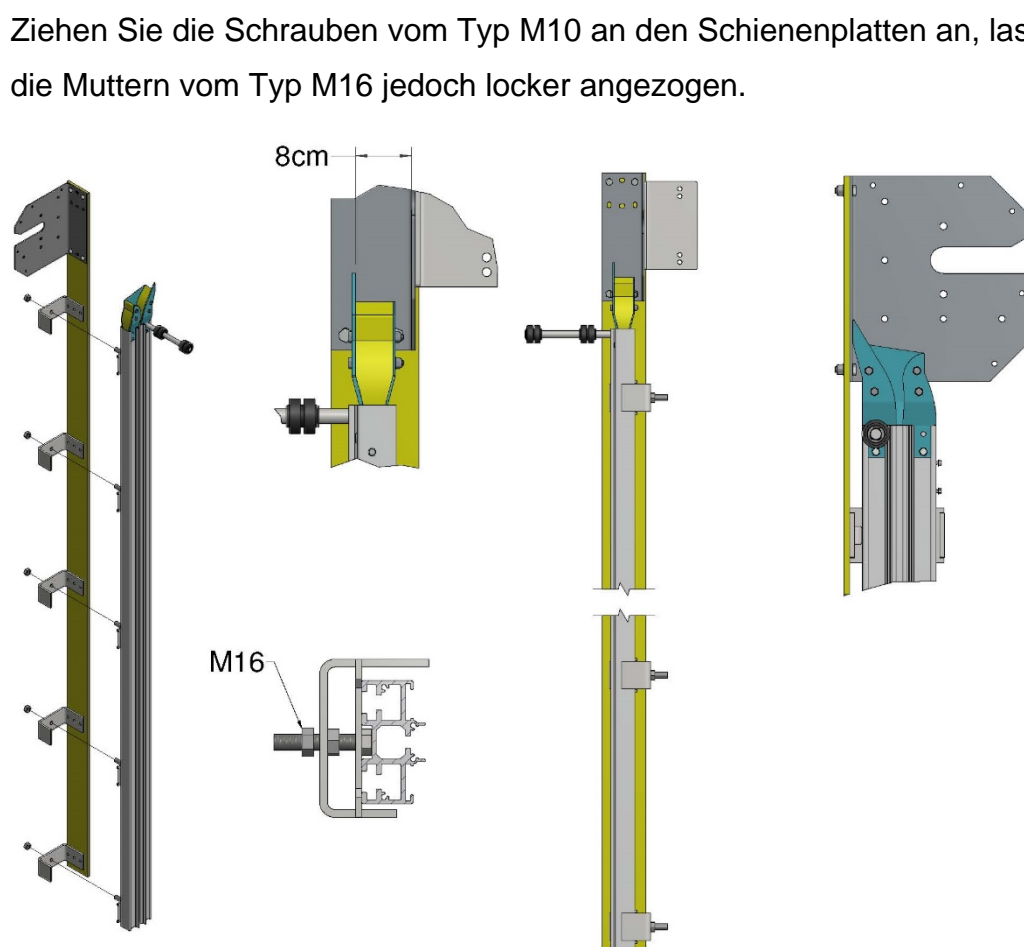

Abbildung 15, Schienenmontage
14. Heben Sie die Schiene an und positionieren Sie die obere Schienenplatte in der oberen Schienenmontagehalterung. Montieren Sie eine Außenmutter vom Typ M16, damit die Schiene gehalten wird. Passen sie die restlichen Platten so an, dass sie mit den Schienenmontagehalterungen ausgerichtet sind. Bringen Sie die Außenmuttern vom Typ M16 locker an. Stellen Sie die Schienenbreite so ein, dass es ein Spiel von ca. 8 cm zwischen der Innenfläche der oberen Halterung und der Trichterplatte gibt, siehe Abbildung 15. Stellen Sie sicher, dass sich die verlängerte Trichterplatte und die Führungsrolle zum Gebäude hin auf der Torrückseite befinden.